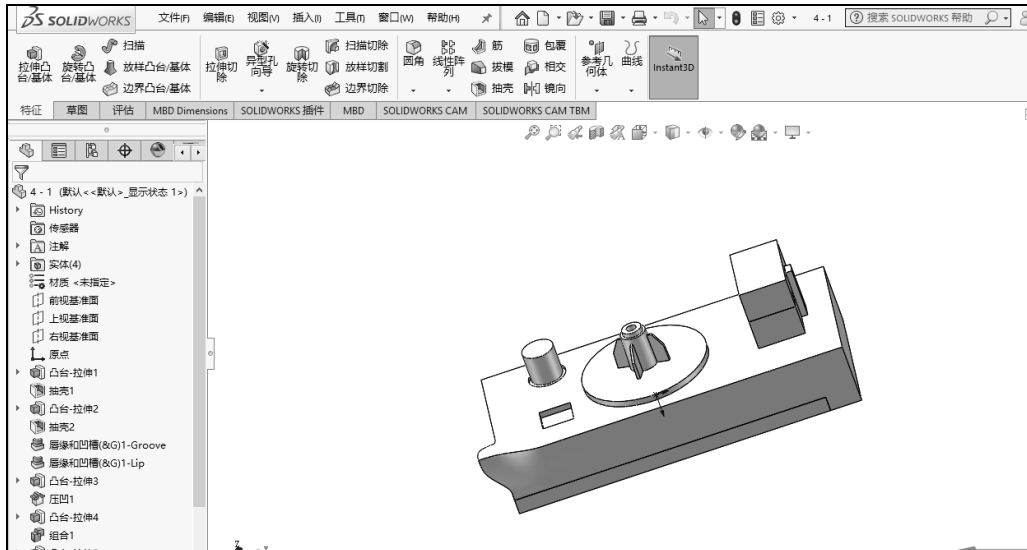

图 1-62 整屏显示全图
(1) 单击【整屏显示全图】按钮，视图窗口会将整个图形呈现在中心位置并铺满视图窗口，如图 1-62 所示。